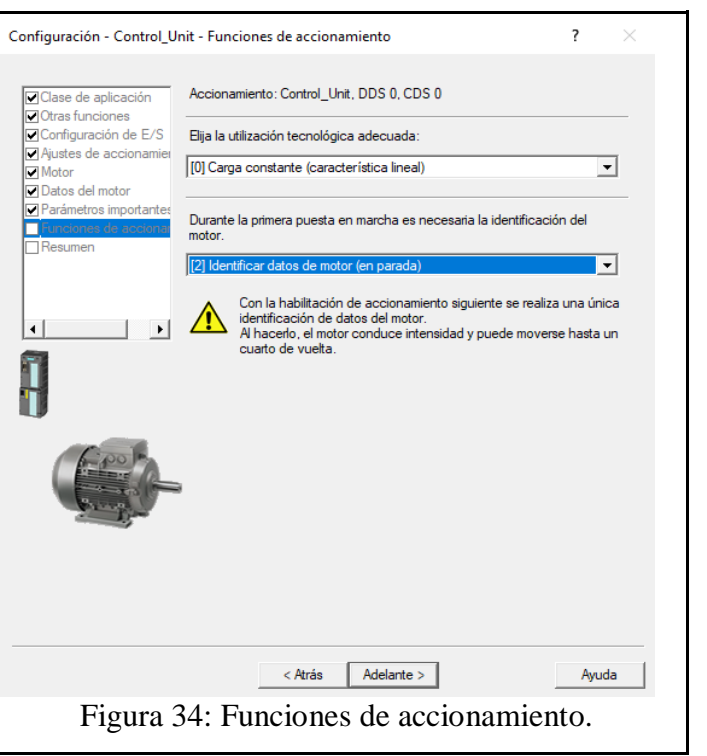

Figura 34: Funciones de accionamiento.
- En la siguiente ventana de “Funciones de accionamiento” en el primer parámetro elegir la opción “[0] Carga constante (característica lineal)”, en el segundo parámetro elegir “[2] Identificar datos del motor (en parada)” (ver Figura 34).